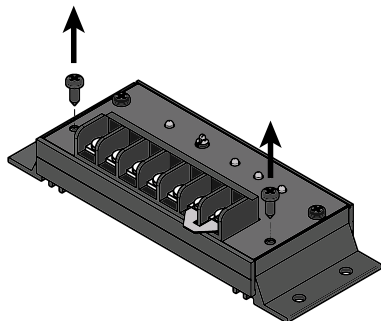

Figure 8a. Enlever les 2 vis de la plaque.
Commencer en enlevant les deux (2) vis des plaques inférieures comme illustré à la figure 8a. Mettre les vis de côté.